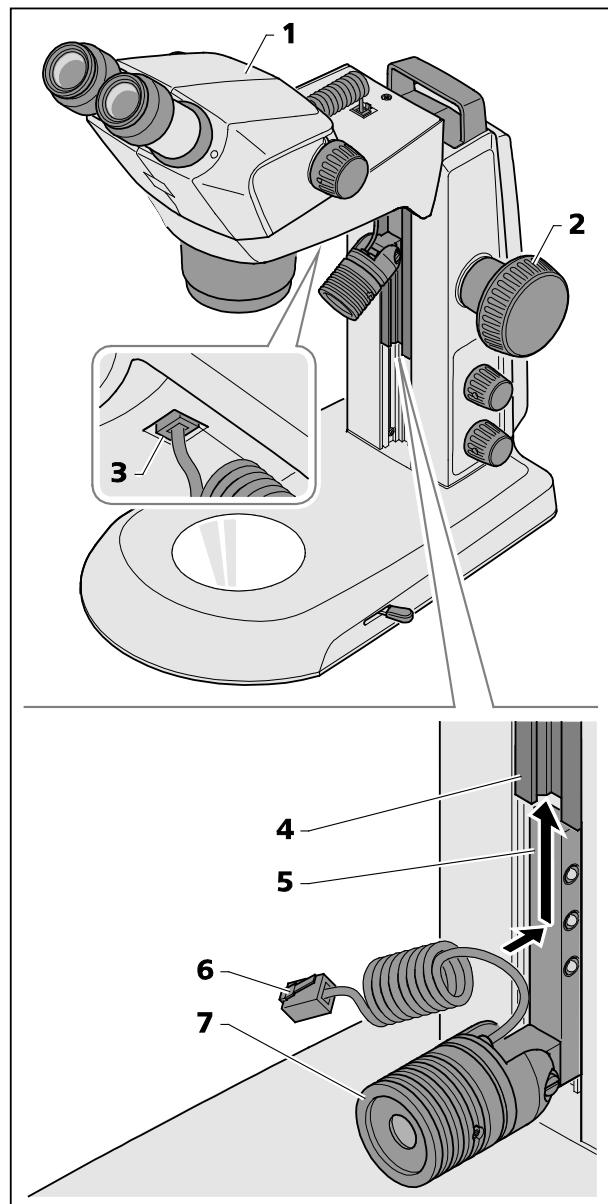

図 12 スポットライトの取り付け
- 焦点調節ノブ（図 12/2）を使って、顕微鏡本体（図 12/1）を一番上の位置に移動させます。
- スポットライト（図 12/7）をホルダー（図 12/5）と共に下側からスタンドのガイド（図 12/4）にセットし、希望の位置まで上側にスライドさせます。
- スポットライトの接続ケーブル（図 12/6）を Stemi キャリアの下側のソケット（図 12/3）に差し込みます。